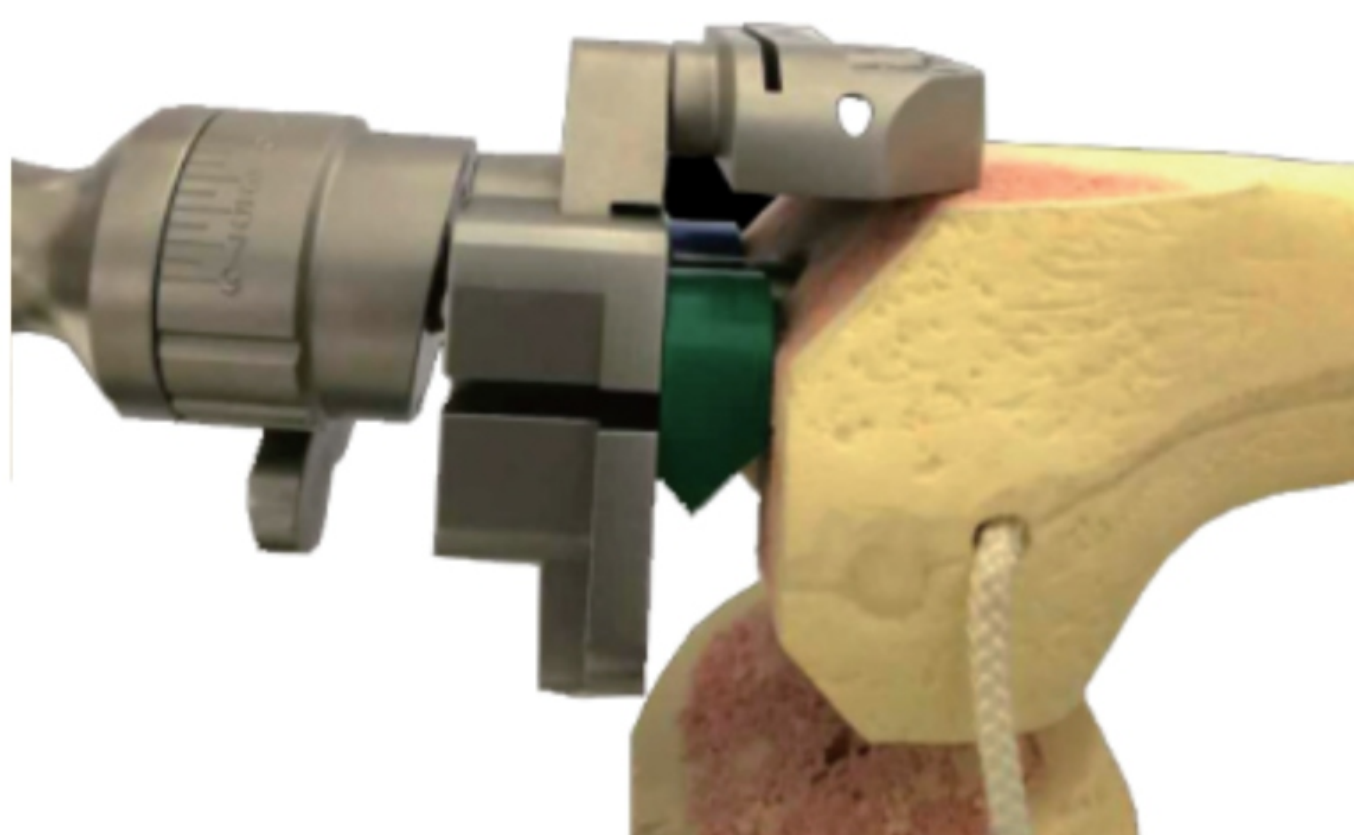

FIG. 13: PLACA DE OSTEOTOMÍA DISTAL FEMORAL
- a. El localizador intramedular femoral (con cierto ángulo de eversión predeterminado) se inserta en la cavidad medular, se coloca el bloque de prueba femoral entre el fémur distal y el localizador intramedular, y se inserta la placa de osteotomía distal (Fig. 13). Tras fijar la placa de osteotomía distal con un clavo, se recorta el plano de osteotomía con una sierra oscilante.